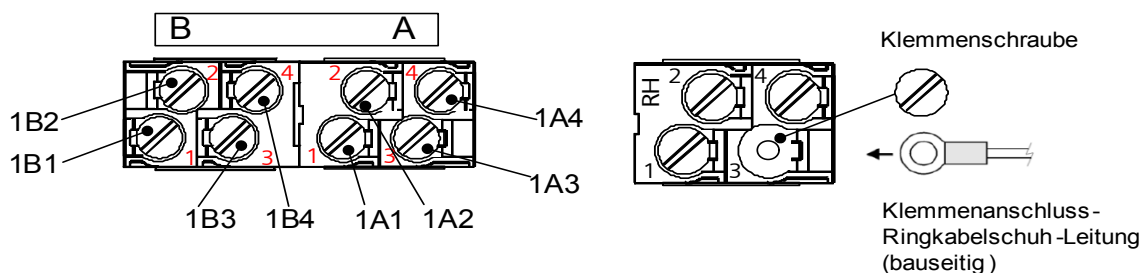

Bild 6-3 Ringkabelschuh-Variante
- ✧ Die Klemmschrauben sind im Lieferzustand festgeschraubt. Schrauben Sie die Klemmschrauben an den Anschlussstellen komplett ab (siehe Bild 6-3).